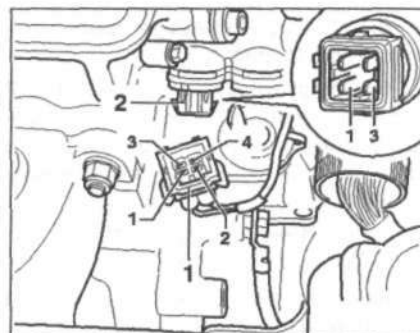

Рис. 3.35. Отсоедините 4-контактный разъем проводки 1 от датчика температуры охлаждающей жидкости 2.
1. Отсоедините 4-контактный разъем проводки 1 от датчика температуры охлаждающей жидкости 2 (рис. 3.35).